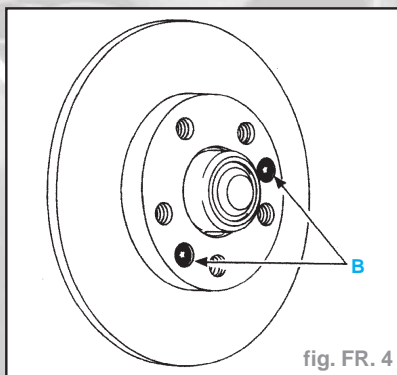

fig. FR. 4
- Déposer les deux vis de fixation (B) du disque à l'aide d'une clé mâle à empreinte **Torx T. 40** (fig. FR. 4).
- Mettre en place le disque neuf et le fixer à l'aide des deux vis (B) (fig. FR. 4).